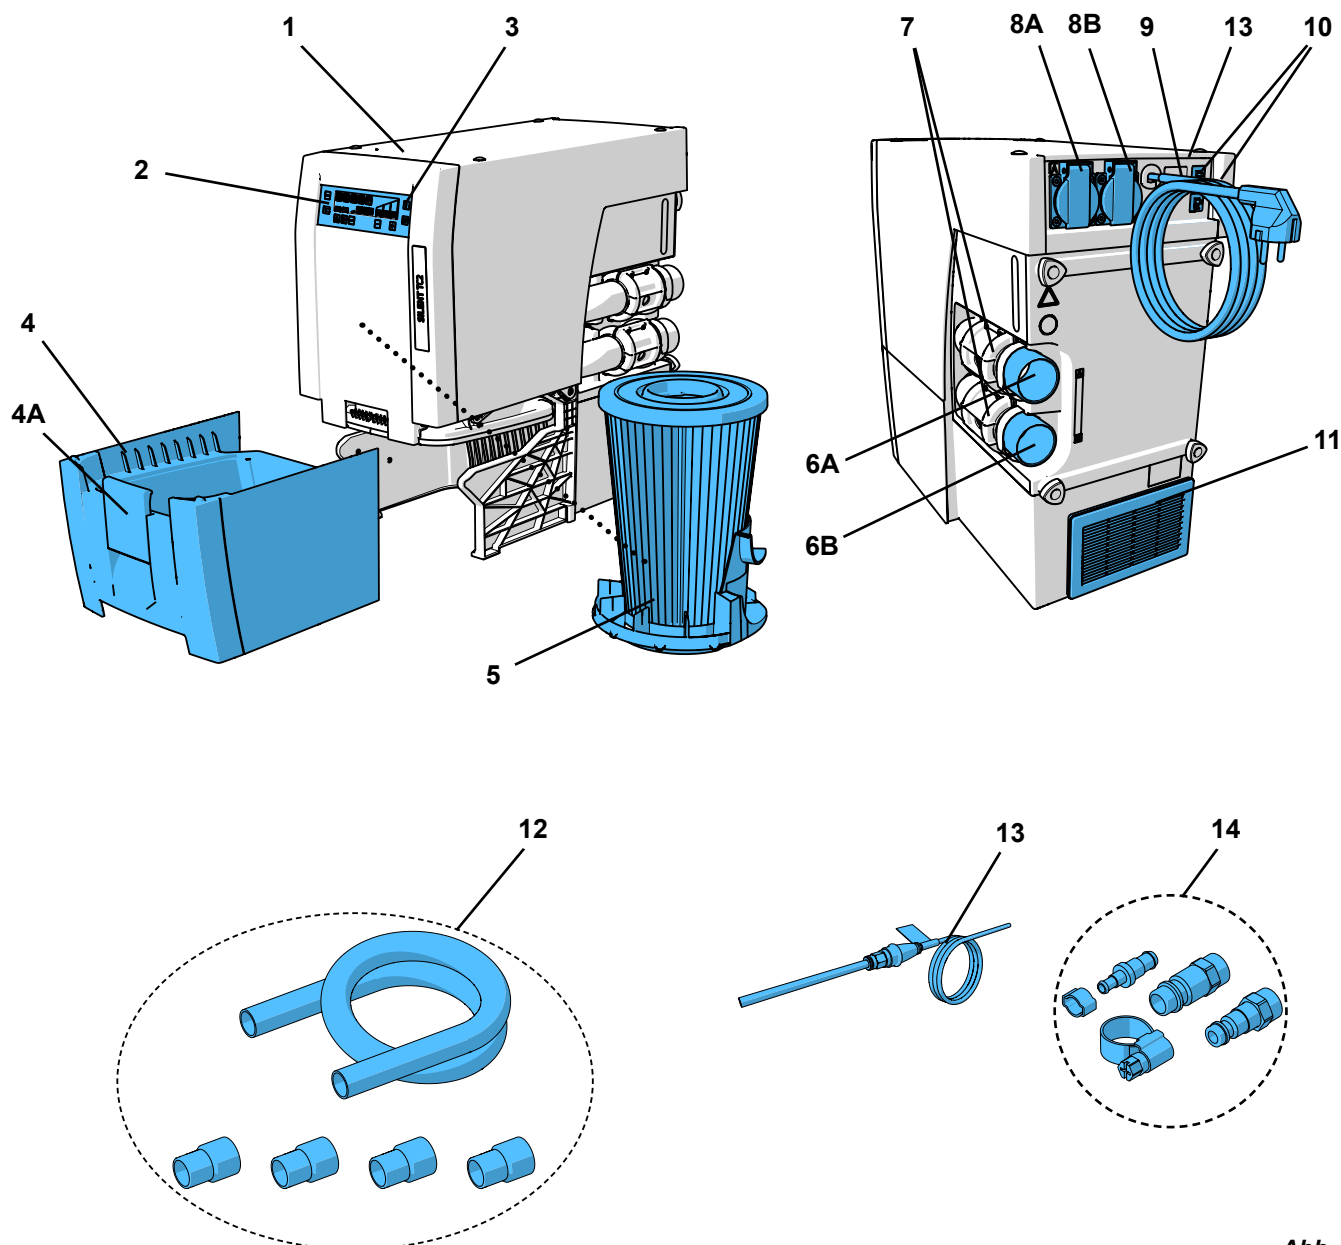

Abb. 1
- der Abluftaustritt (11, Abb. 1) nicht behindert wird.
- Externe Abluftführung (A) (siehe Kap. 4.7).
- Öffnung in Schrankrückwand (B), min. 250 x 120 mm, direkt gegenüber dem Abluftaustritt (11, Abb. 1).
- Rückwand des Schranks entfernen (C), Abstand der Schrankrückseite zur Wand min. 50 mm.
⇒ Netzkabel (9, Abb. 1) entrollen und Netzstecker in Steckdose der Gebäudeinstallation einstecken.
- ⇒ Passende Schlauchkupplung aus beiliegendem Anschlusssset (14, Abb. 1) auswählen und am Schlauch anbringen.